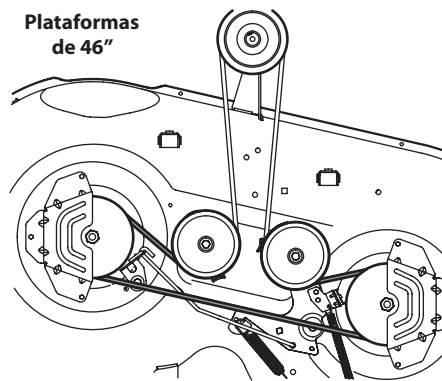
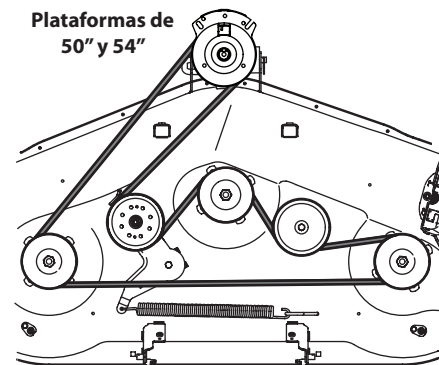

Figura 4-9
Figura 4-10
4. Coloque la correa nueva como se muestra en la figura correspondiente en las páginas siguientes. Consulte Figura 4-9 para plataformas de 42", Figura 4-9 para plataformas de 46" y Figura 4-10 para plataformas de 50" y 54".